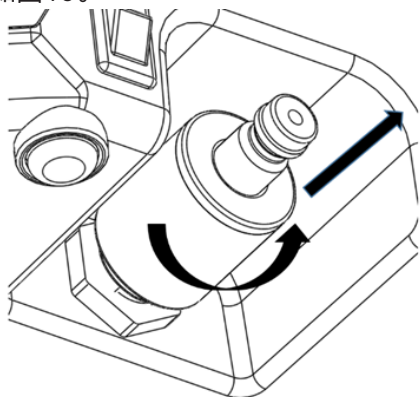

图10 过滤器更换示意图
5.1.4 每个月检查一次空气过滤器，观察过滤器内是否有杂质，如有杂质需及时更换过滤器，并检查空气压缩机及所在环境洁净程度。如无杂质，建议每24个月更换一次过滤器。在随机配件中配有备用过滤器。更换过滤器时可旋转适当角度并向外拔出，然后将新的过滤器装上，如图10。